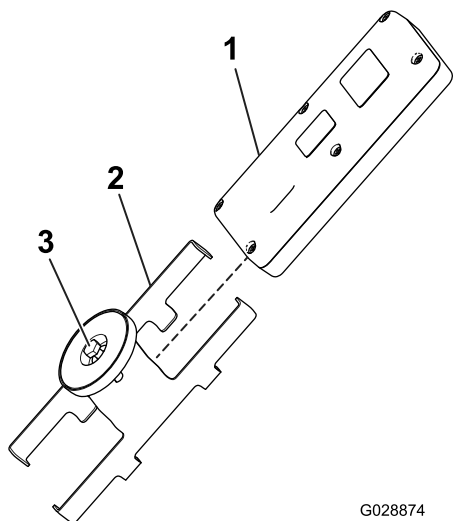

Figura 14
5. Instale el control remoto de mano en el soporte magnético remoto, una las dos mitades para ajustarlo y apriete el perno del imán (Figura 14).